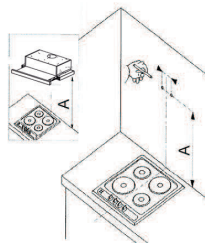

Рис. 6
- Приложите корпус вытяжки к стене (рис. 6), сохраняя минимальное расстояние 650 мм для газовых и 600 мм для электрических плит между нижним краем вытяжки и поверхностью для приготовления пищи на плите.